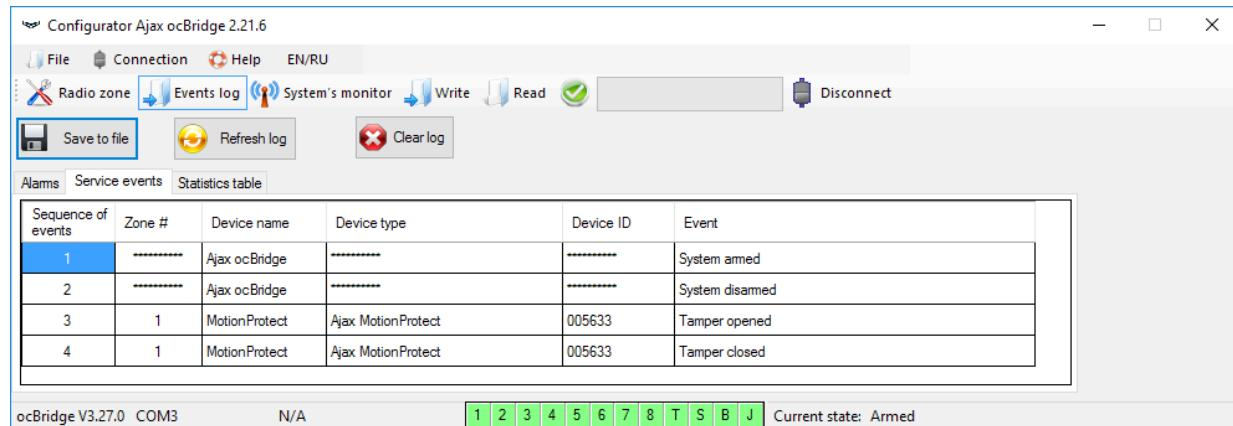

Abb. 13. Ereignisprotokoll Service
6. Auf der Seite „**Events log**“ (**Ereignisprotokoll**) werden Informationen zu Alarmereignissen (Abb. 12), Wartungsereignissen (Abb. 13) und Statistiktabellen (Abb. 14) gespeichert. Die Informationen in Datenprotokollen können über die Schaltfläche „**Refresh Log**“ aktualisieren oder über „**Clear Log**“ löschen. Die Protokolle enthalten bis zu 50 Alarmereignisse und 50 Wartungsereignisse. Über die Schaltfläche „**Save to file**“ (**In Datei speichern**) können die Ereignisprotokolle im XML-Format gespeichert und in Excel geöffnet werden.